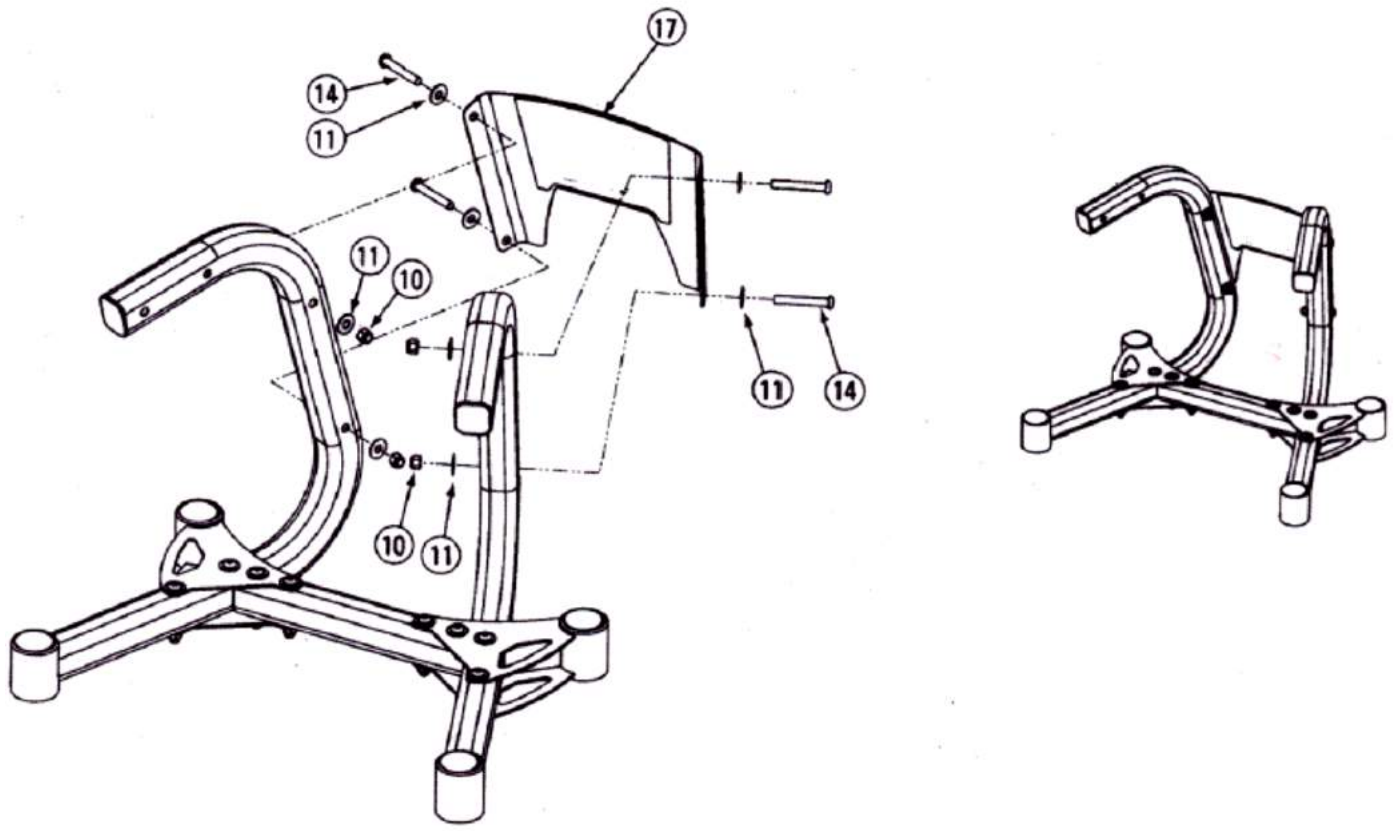

図 4
- 4.1. 図 4 に示した金属部品を使って、中央プレート (17) をスタンド脚部 (4) に取り付けてください。